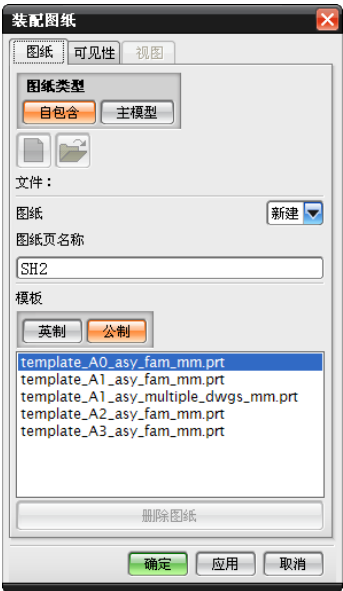
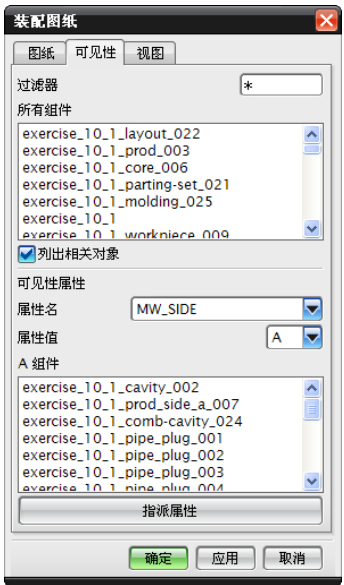

图 10-132 【装配图纸】对话框
图 10-133 【可见性】设置对话框
(1) 在注塑模设计模块工具栏中单击【装配图纸】图标，弹出如图 10-132 所示的【装配图纸】对话框。
(2) 在图 10-132 所示的【装配图纸】对话框单击【应用】按钮，工作区会出现一幅带有标题框的图纸作为装配图纸，单击该对话框中的【可见性】选项卡，打开如图 10-133 所示的【可见性】设置对话框。